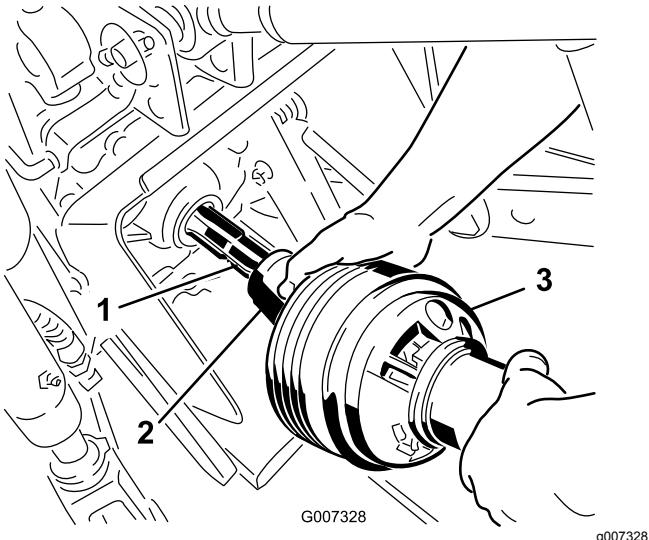

Figure 24
3. Accouplez l'arbre de PDF à l'arbre de PDF du tracteur (Figure 24).